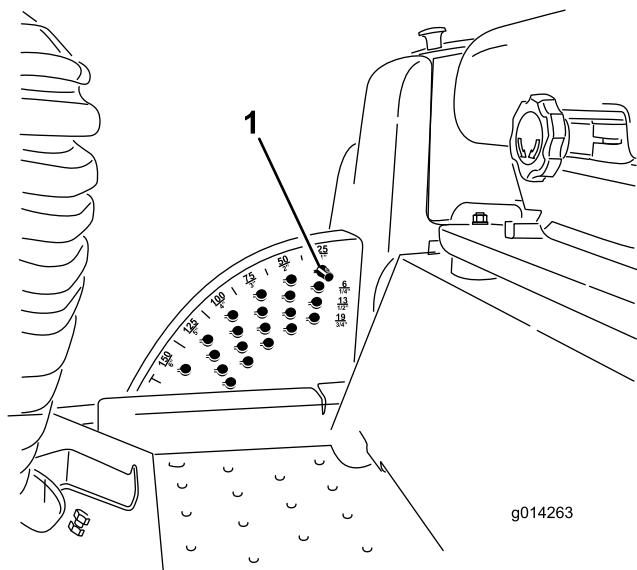

図16
注 デッキアタッチメントを上昇位置にロックするには、デッキを15 cmを超えた高さまで上昇させ、刈高ストップピンを外し「刈高の調整」を参照、ピンを15cmの刈高位置に差し込みます図 16。
1. エンジンが回転している状態で、デッキ昇降スイッチの後側を押し、デッキが完全に上昇したら直ちにレバーから手を離す(図16)。
2. ストップピンについているロールピンを回してピンと刈り高設定穴のスロットとが整列したところでピンを抜き取る(図16)。
3. 刈り高ブラケットについている穴から、希望する刈り高に対応する穴を見つけ、その穴にピンを通し、ピンを回してロックする(図16)。
注 刈り高設定穴は、扇形の外周に一番近い段から全部で4段列あります(図16)。外周側の列は、外周部に刻印されている通りの刈り高の穴です。2列目の穴は、それぞれ1列目プラス6mmの刈り高となります。3列目の穴は、それぞれ1列目プラス12mmの刈り高となります。一番下の列の穴は、それぞれ3列目プラス18mmの刈り高となります。刈り高158mmだけは例外で、2列目のはずれにあります。この穴にセットすると刈り高158mmとなります6mmアップにはなりません。